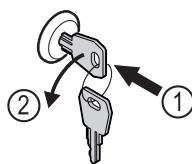

Fig. 182
- Vstavite ključ. Fig. 182 (1)
- Ključ obrnite v smeri proti urnim kazalcem za 90°. Fig. 182 (2)